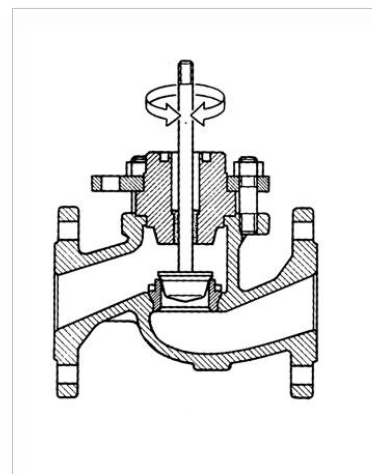

Bild 4: Einschleifen Kegel in Sitzring
3. Kegel im Sitzring so einschleifen (Bild 4), daß sich an beiden Sitzflächen ein gutes Tragbild ergibt. Übermäßiger Materialabtrag ist zu vermeiden: eine Sitzfläche von 0,8 mm Breite genügt vollauf. Abschließend Kegel auf einwandfreien Sitz prüfen.